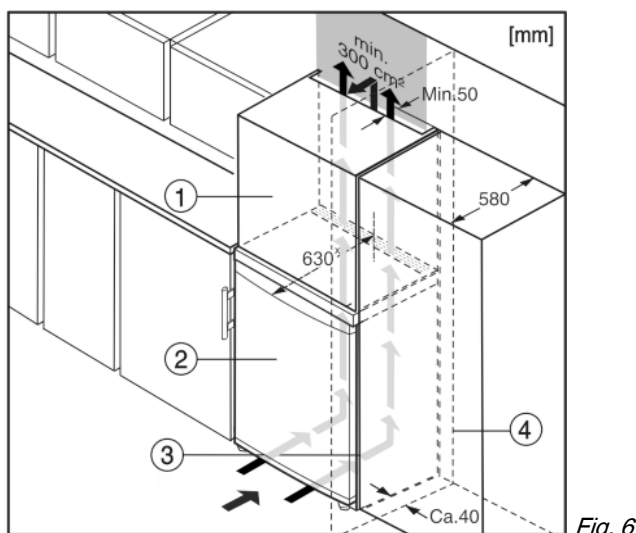

Fig. 6
- (1) Opbouwkast* (3) Keukenkast*
(2) Apparaat* (4) Wand*
Het apparaat kan in keukenkasten worden ingebouwd. Om het apparaat Fig. 6 (2) aan de hoogte van het keukenblok aan te passen, kan boven het apparaat een opzetkast Fig. 6 (1) worden aangebracht.
Bij een ombouw met keukenkasten (diepte max. 580 mm) kan het apparaat direct naast de keukenkast Fig. 6 (3) worden geplaatst. Het apparaat steekt aan de zijkant 34 mm * en in het midden 50 mm * uit ten opzichte van het keukenkastfront.
Plaats u het apparaat met de scharnierkant naast een muur Fig. 6 (4), dan moet de afstand tussen apparaat en muur minstens 40 mm bedragen. Dit in verband met het uitsteken van de deurgreep bij een geopende deur.*